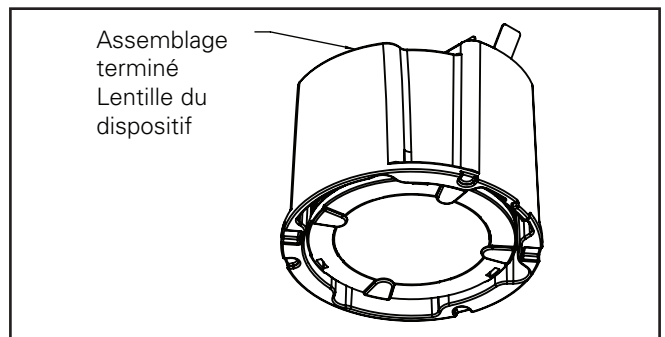

Figure 21
7. Pour installer l'optique et l'assemblage support/film sur le module, suivez les étapes de la section « Remplacement/installation de l'ensemble optique » (Figure 21 et 23)